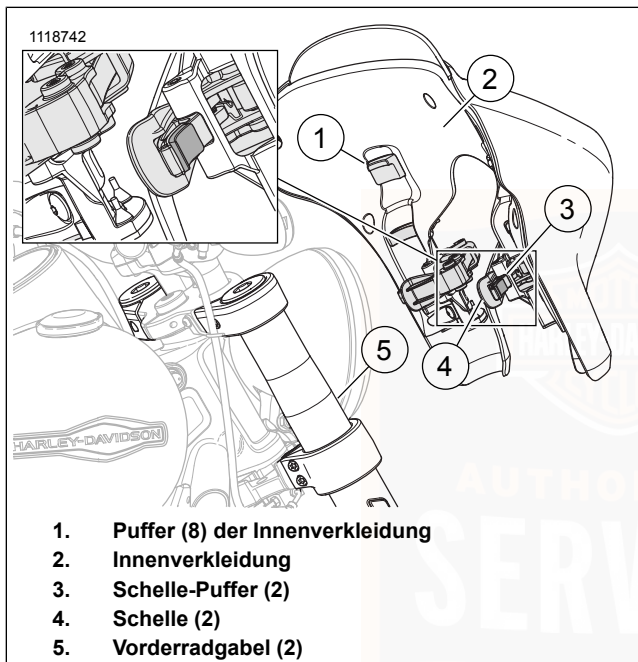

Abbildung 44. Verkleidungsklemmen
1. Siehe Abbildung 44. Prüfen Sie die Verkleidung.
- a. Sicherstellen, dass die Puffer der Innenverkleidung (1) und die Puffer der Klemme (3) in Position, sauber und in gutem Zustand sind.
- b. Die Schellen (4) öffnen und schließen, um zu überprüfen, ob sie in einwandfreiem Zustand sind.